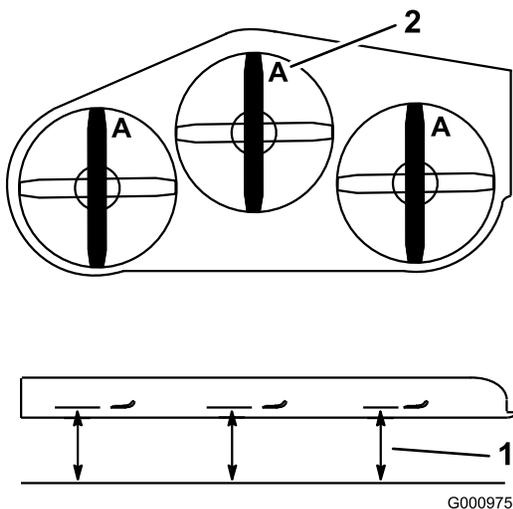

Figura 98
4. Misurate al punto **A** e da una superficie piana fino al tagliente della punta della lama (Figura 98).